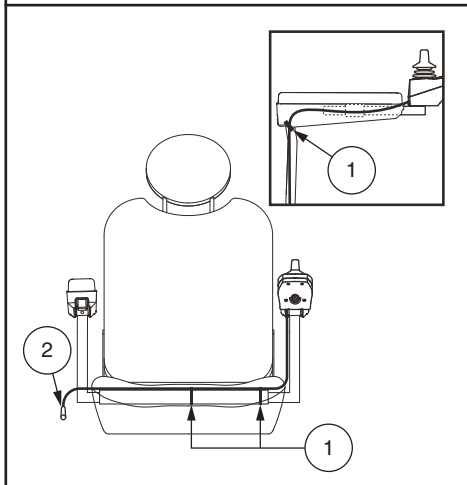

Figure 8. Câble sécurisé sur un siège Contour
6. Fixez le câble du contrôleur sous l'appui-bras avec des attaches pour fil. **Voir la figure 8.**